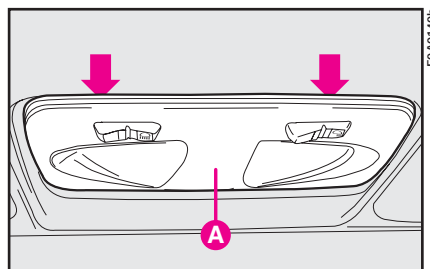

рис. 37
1) Надавив отверткой в точке, указанной стрелкой на **рис. 37**, извлеките плафон **А**.